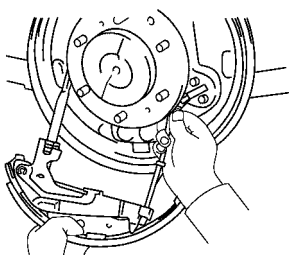

图 15-93 拆下带调整器的前制动蹄
2) 拆下带调整器的前制动蹄，并从前制动蹄脱开停车制动器钢索，如图 15-93 所示。